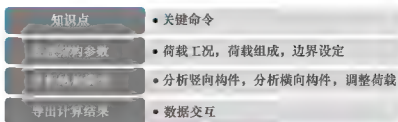

图 6.28 知识体系
(1) 对照图 6.28, 梳理自己所掌握的知识体系, 并与同学相互交流、研讨个人对某些知识点或技能技巧的理解。
(2) 尝试根据“主题教育馆结构图纸设计说明”和现行规范, 将主题教育馆结构模型进行结构设计分析。